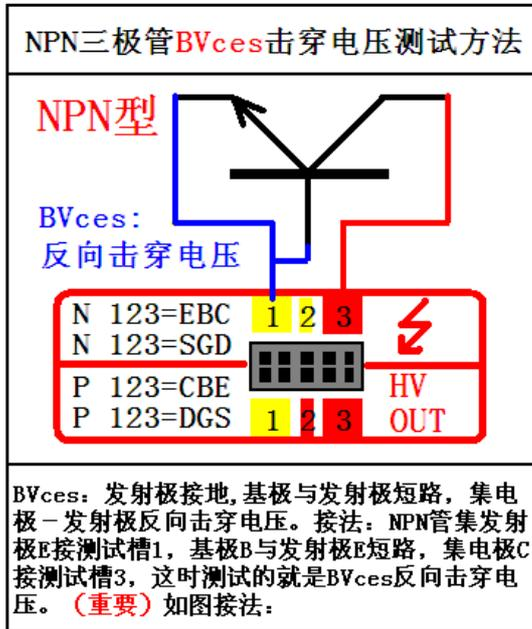
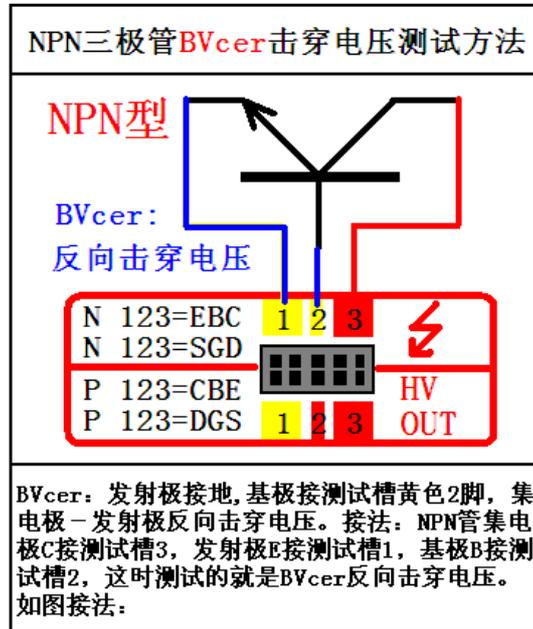

图 3
图 4
2、三极管 NPN 的测试方法, 有  $BV_{ces}$  和  $BV_{cer}$  的反向击穿电压 (耐压) 测试, 如下图 3 和图 4 所示